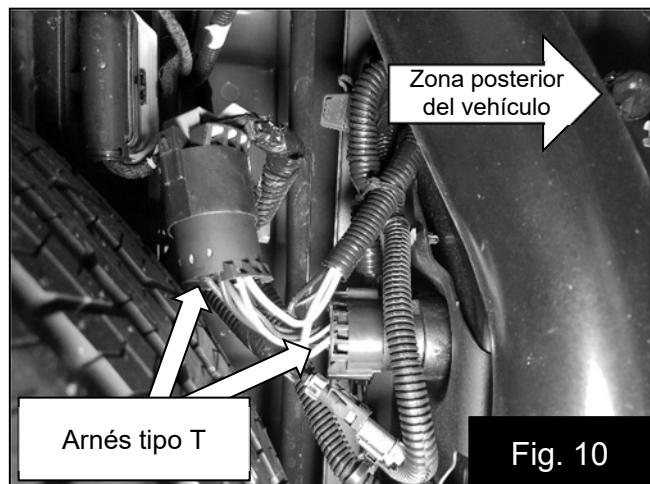

Fig. 10
16. Desconecte el conector del remolque e instale el arnés tipo T entre el conector del remolque y el arnés de fábrica. Enchufe el conector de dos pines del arnés tipo T al arnés del amplificador. Fig. 10